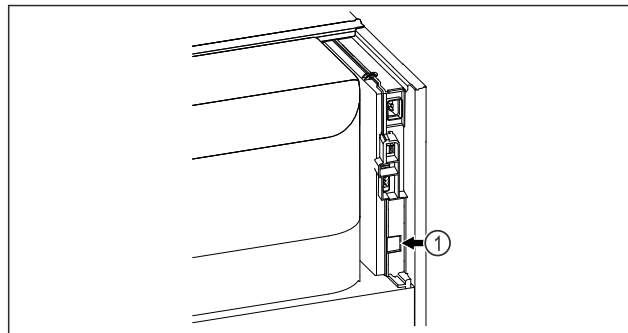

Fig. 74
- SmartModule Fig. 74 (1) установлен.